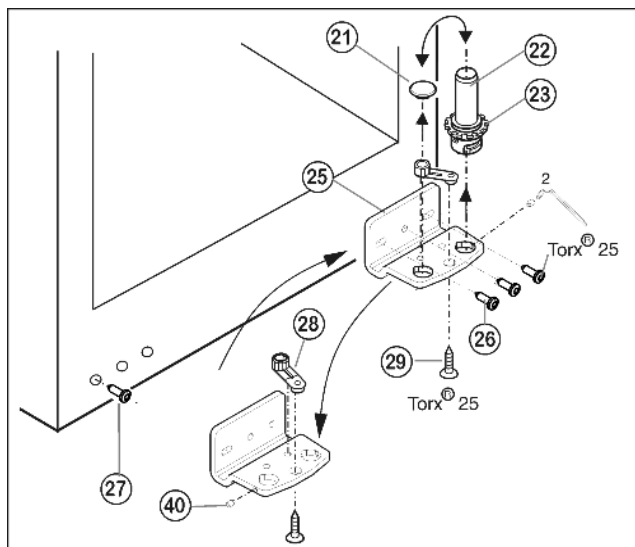

Fig. 6
- ▶ Установите дверцу сверху на нижний опорный палец Fig. 6 (22).
- ▶ При необходимости выровняйте дверцы через два продольных паза в нижнем опорном кронштейне Fig. 6 (25) параллельно корпусу устройства. Для этого выкрутите средний винт.